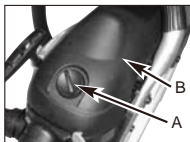

Fig. 15A
1. Fjern knappen (A), som holder luftfilterdækslet på plads, fjern topdækslet (B) ved at løsne skrueerne. Dækslet tages af. (Fig.15A)